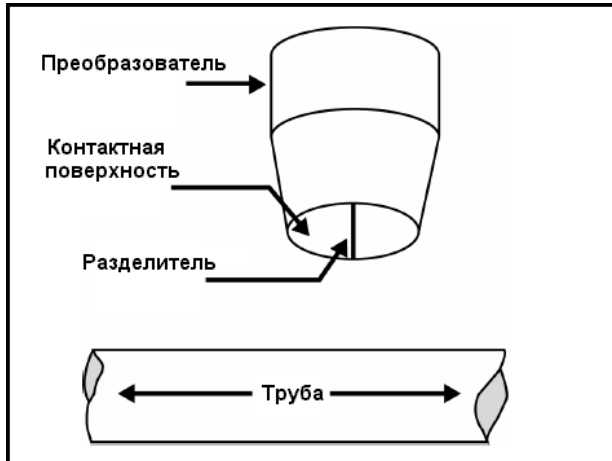

Рис. 4.15. Ориентация разделителя.
**Замечание.** Рис. 4.15 – ЭТО НЕ РЕЖИМ В-СКАНИРОВАНИЯ, и никаких действий на этом экране выполнить НЕЛЬЗЯ.
При измерении толщины объектов с искривленными поверхностями, таких как трубы, необходимо направлять преобразователь строго к центру кривизны поверхности и устойчивее его держать. Если преобразователь раздельный, то необходимо ориентировать акустический разделитель перпендикулярно оси трубы. На рис. 4.15. показано, как нужно подводить такой преобразователь к трубе.